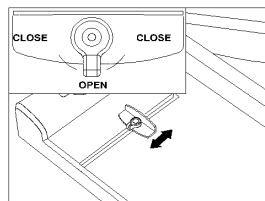

Bild 2
3. Stellen Sie Anlageschiene so ein, wie Sie diese benötigen (Bild 2):